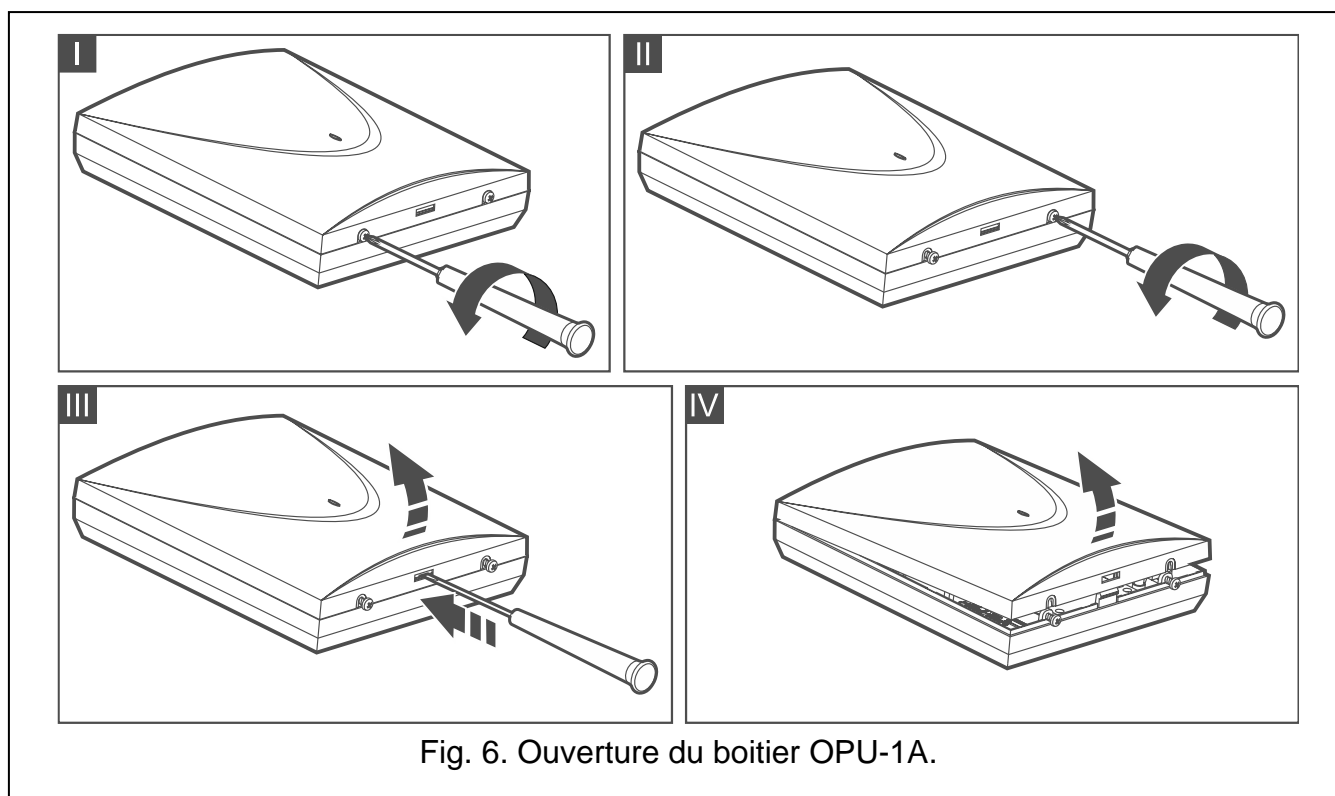

Fig. 6. Ouverture du boîtier OPU-1A.
1. Desserrez les vis bloquant le couvercle du boîtier et enlevez-le (fig. 6).